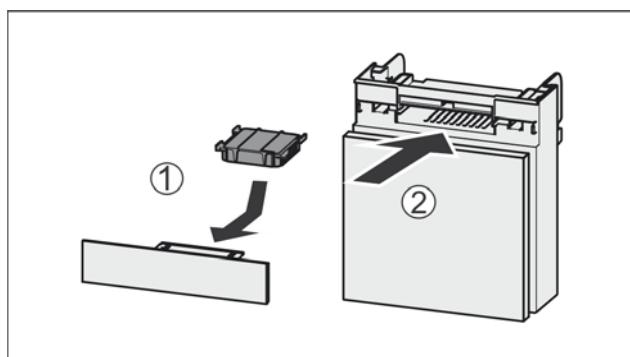

Fig. 82
- Установите фильтр с активированным углем, как показано на рисунке Fig. 82 (1).
- Вставьте отделение Fig. 82 (2).